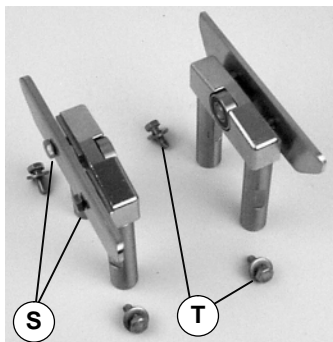

Abbildung 10
2. Schrauben lösen (S siehe Abbildung 10) und Schrauben sowie Unterlegscheiben entfernen (T).